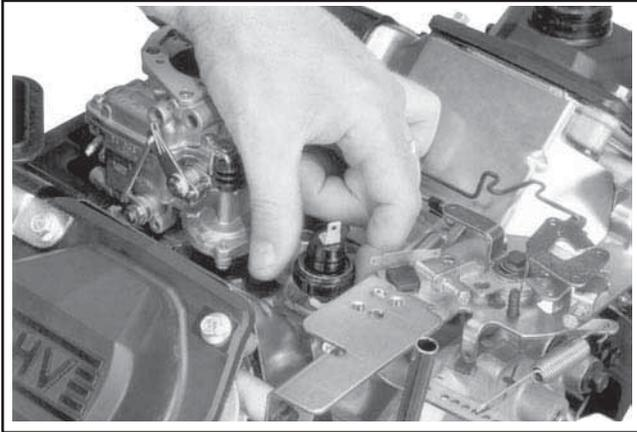

Figure 9-29. Enlèvement de l'interrupteur de l'Oil Sentry™ du couvercle du reniflard.
2. Enlever l'interrupteur de l'Oil Sentry™ du couvercle du reniflard. Voir la Figure 9-29.